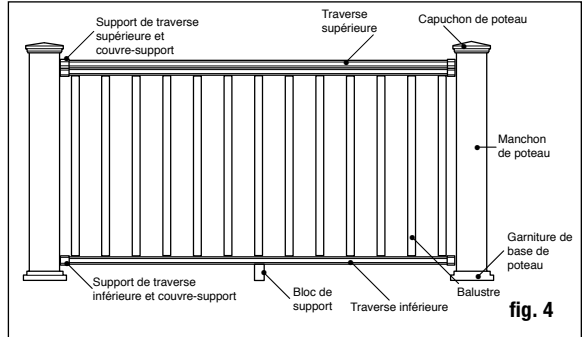

fig. 4
Étape 5 Taillez les manchons de poteaux à leur longueur. Les manchons de poteaux devraient être d'au moins 3,6 cm (1-1/2 po) plus long que la hauteur du garde-corps (fig. 4). Exemple : Pour un garde-corps de 91 cm (36 po) de haut, découpez le manchon à au moins 95 cm (37 1/2 po), mais pouvant être laissé plus long si vous le désirez. Glissez un manchon de poteau taillé sur chaque poteau de garde-corps. Les manchons des poteaux devraient glisser facilement sur ceux-ci. **NE FORCEZ PAS** le manchon sur le poteau. Les poteaux 4 x 4 vrillés ou tordus devraient être remplacés. Glissez une garniture de base de poteau (facultative) sur chaque manchon de poteau pour offrir un beau fini. *Remarque : Il est recommandé d'installer la garniture de base de poteau avant la traverse inférieure. Cependant, la conception à deux pièces permet à l'installateur d'ajouter la garniture de base de poteau après l'installation de la rampe. Pour installer, appliquez une fine couche d'adhésif clair de construction pour l'extérieur, à l'intérieur de la garniture du poteau, là où elle entrera en contact avec le manchon de poteau, puis insérez en place, autour de la base du manchon de poteau.*